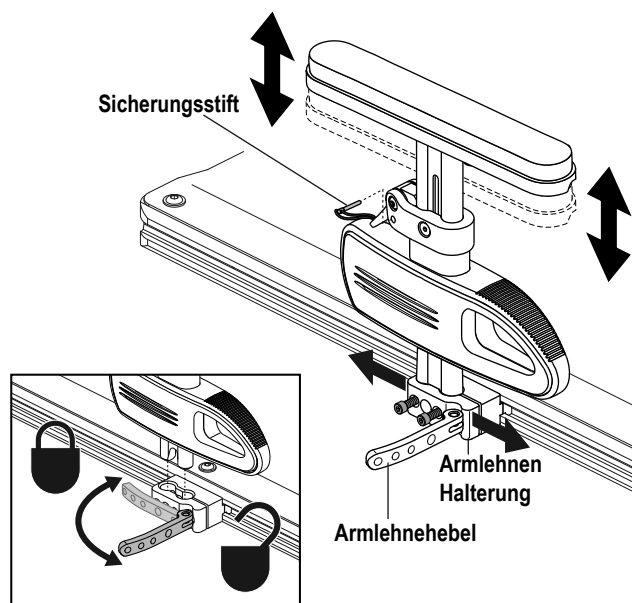

Abbildung 13. Entfernen/Anbringen der pediatrischen Steckarmlehnen mit Einzelstütze und Höhschnellverstellung
1. Drehen Sie den Armlehnenhebel nach vorne. **Siehe Abbildung 13.**
1. Führen Sie die Armlehneneinheit in die Armlehnenhalterung ein. **Siehe Abbildung 13.**
1. Entfernen Sie den optionalen Sicherungsstift, falls vorhanden. **Siehe Abbildung 13.**